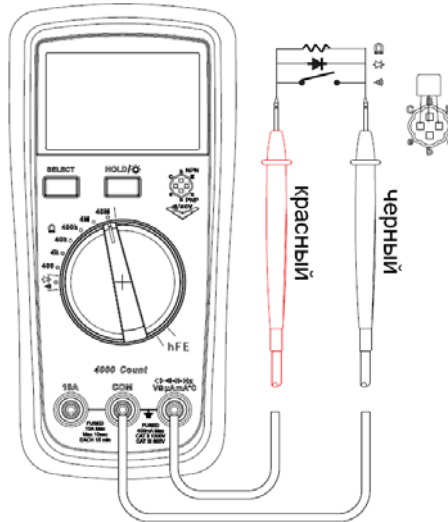

Рисунок 3
9.13. Измерение сопротивления (см. рисунок 3)
9.14. Прозвонка электрических цепей (см. рисунок 3)
9.15. Проверка диодов (см. рисунок 3)
9.16. Проверка транзисторов (см. рисунок 3)